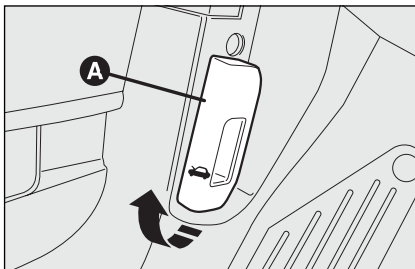

fig. 96
- trek de hendel **A-fig. 96** in de richting van de pijl;